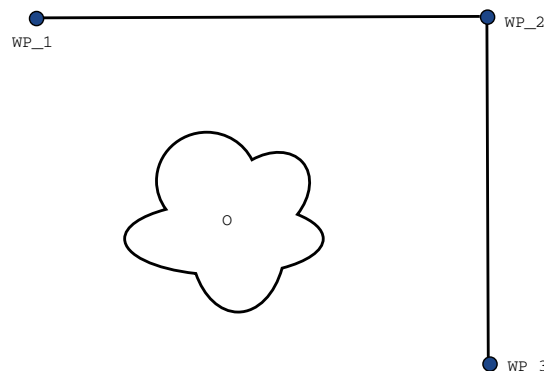

Abbildung 14.2: WP\_1: Ausgangsstellung, WP\_2: Zwischenziel, WP\_3: Aufnahmeposition, O: Hindernis.
**Beispiel** Betrachten wir beispielsweise eine Pick-and-Place-Anwendung (siehe Abbildung 14.2), bei der sich der Roboter aktuell am Wegpunkt 1 (WP\_1) befindet und ein Objekt am Wegpunkt 3 greifen (WP\_3) soll. Um Kollisionen mit dem Objekt und anderen Hindernissen (O) zu vermeiden, muss sich der Roboter WP\_3 aus der Richtung von Wegpunkt 2 kommend (WP\_2) nähern. Es werden also drei Wegpunkte für die Bahn einbezogen, um die Anforderungen zu erfüllen.